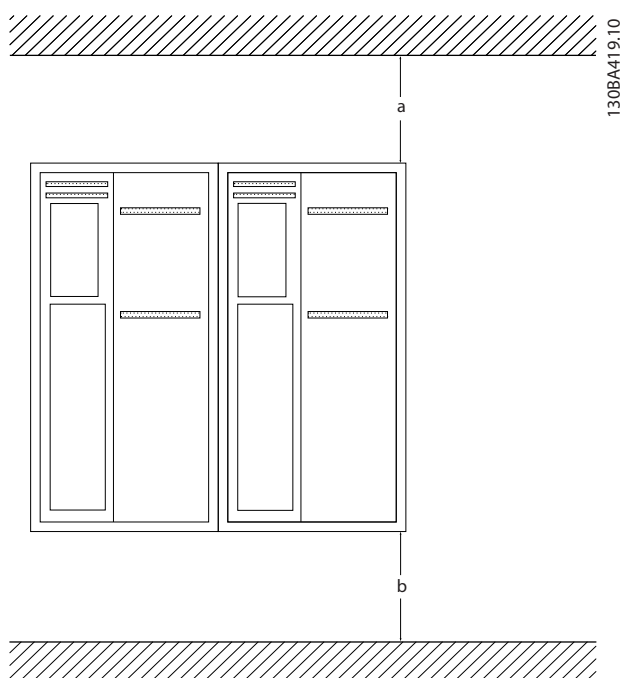

図 2.1 上部および下部の冷却用空きスペース
- 上部と下部に冷却用空きスペースを確保する必要があります。一般的に、100~225 mm(4~10 インチ)が必要です。空きスペースの要件については、図 2.1 を参照してください。